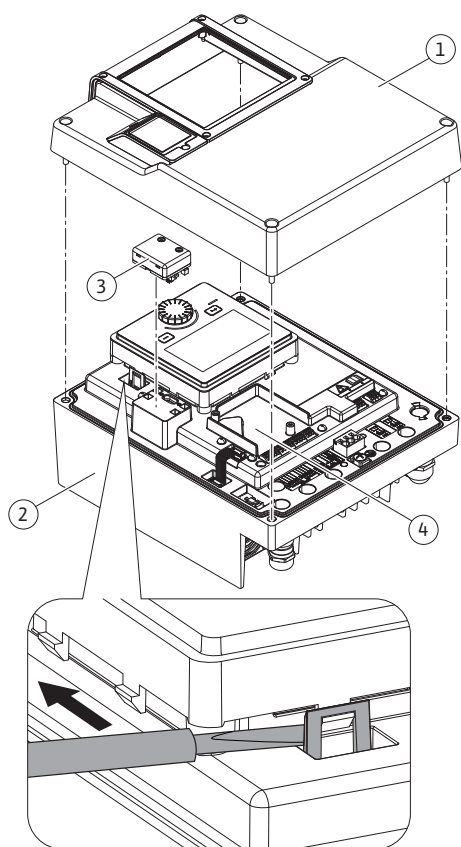
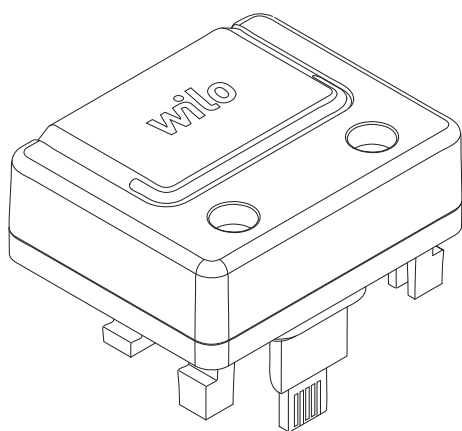

Fig. 26: Módulo eletrónico
Fig. 27: Módulo Wilo-Smart Connect BT
A interface Bluetooth do módulo Wilo-Smart Connect BT (Fig. 26, pos. 3 e Fig. 27) é utilizada para ligação a dispositivos terminais móveis, tais como smartphones e tablets. Na aplicação Wilo-Assistant encontra-se a função Wilo-Smart Connect. Com a função Wilo-Smart Connect é possível operar e regular a bomba e ler os dados da bomba. Para regulações, ver capítulo «Arranque» [► 47].
1. Desapertar os quatro parafusos da parte superior do módulo eletrónico (Fig. 26, pos. 1; Fig. I, pos. 2).
3. Inserir o módulo Wilo-Smart Connect BT na interface Wilo-Connectivity prevista. Ver Fig. 26, pos. 3.
Os módulos CIF (acessórios) são utilizados para a comunicação entre as bombas e o BMS. Os módulos CIF estão ligados ao módulo eletrónico (Fig. 26, pos. 4)